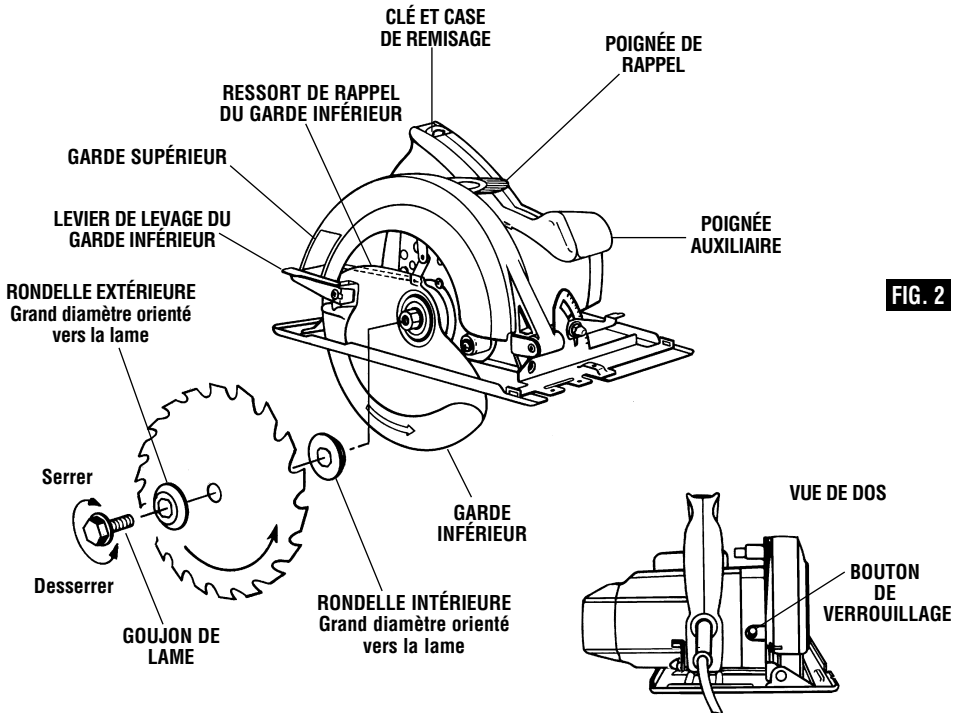

FIG. 2
1. Appuyez sur le bouton de verrouillage et tournez la clé jusqu'à enclenchement du dispositif de verrouillage, ce qui a pour effet d'immobiliser l'arbre de la scie. Tout en maintenant le bouton enfoncé, tournez la clé en sens contraire des aiguilles d'une montre et enlevez le GOUJON DE LA LAME et la RONDELLE EXTÉRIEURE (Fig. 2).